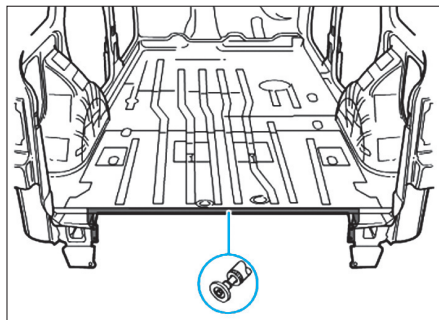

FIG. 46
- Enlever les morceaux de tôle restants (Fig.46).